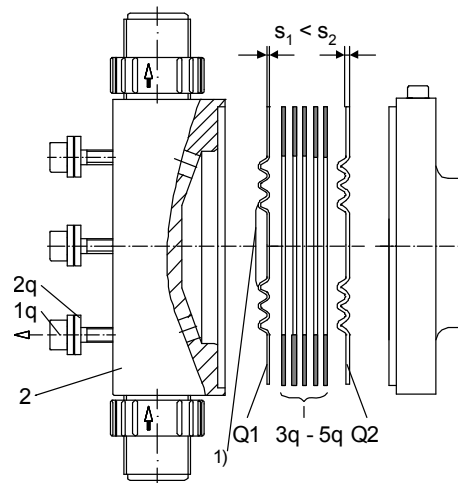

Рис. 39 Установка мембраны
Q1/Q2	См. рис. 39.
**Соблюдайте правильную процедуру установки мембран (Q1 и Q2)! См. рис. 39. Более тонкая мембрана (Q1) устанавливается на стороне дозирования, а более толстая мембрана (Q2) устанавливается на стороне насоса!**